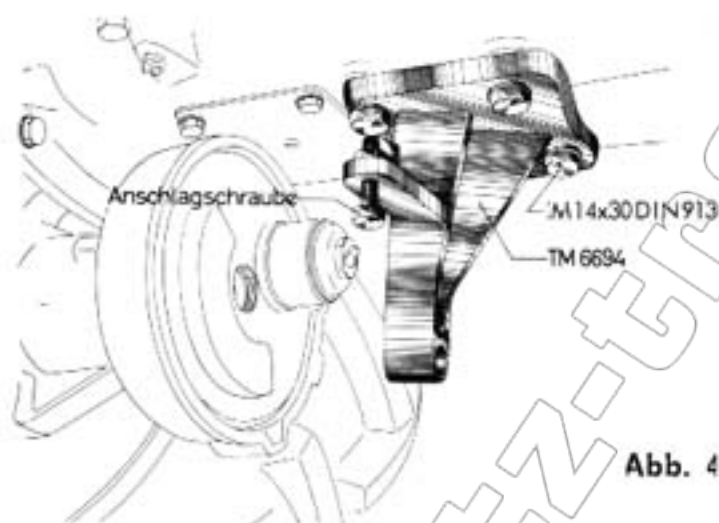
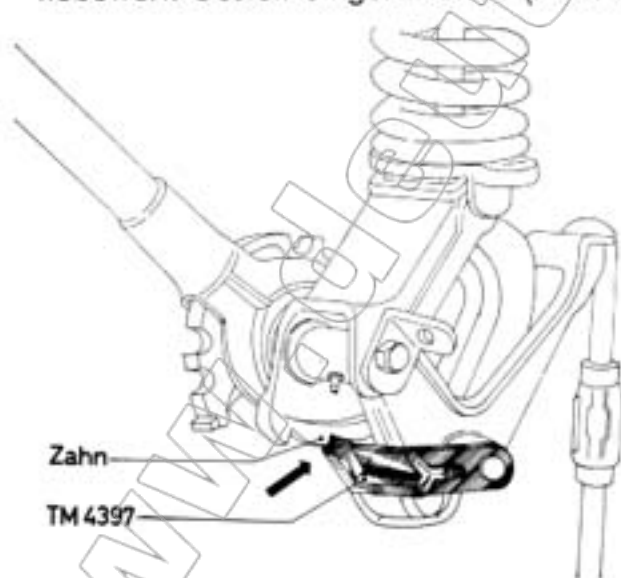

Abb. 4
Abb. 16
Wenn der Mähbalken in die Senkrechtstellung (Fahrtstellung) hochgezogen ist, muß überprüft werden, ob die Rastklinke TM 4397 in den letzten Zahn am Handhebewerk-Gestell eingerastet ist (Abb. 16). Da das Mähwerk in der Feder hängt,
ist zwischen Rastklinke TM 4397 und Zahn ein Spiel festzustellen. Die Anschlagsschraube am vorderen Tragbock (Abb. 4) ist nur so weit herauszudrehen, bis das Spiel zwischen Rastklinke TM 4397 und Zahn nur noch 1–2 mm beträgt (Abb. 16). Danach wird ein ungewolltes Lösen der Rastklinke vermieden und gleichzeitig die richtige Einstellung der Anschlagsschraube für die Schwadstellung erreicht.
b) Die Anschlagschraube an dem vorderen Lagerbock TM 6694 (Abb. 4) der Mähbalkenhalterung ist so einzustellen, daß in der Senkrechtstellung des Mähbalkens – bei voller Aushubhöhe – die Anschlagschraube möglichst spielloos Anlage erhält.